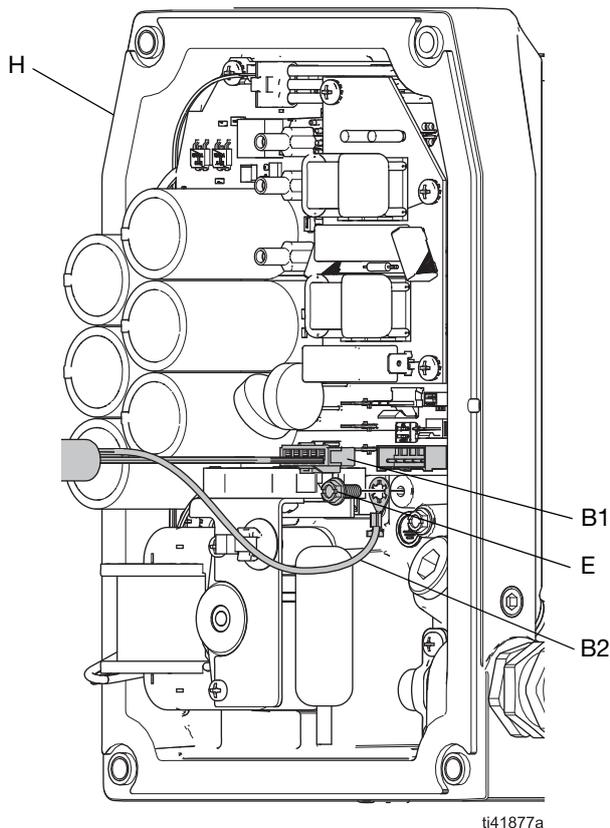

FIG. 5: Collegamento del filo del cavo I/O e del filo di terra del cavo I/O
2. Rimuovere il coperchio dei comandi (F). Vedere il relativo manuale del motore. Vedere **Manuali correlati**, pagina 2.
3. Se si installa il gruppo cavi I/O per la prima volta, rimuovere il tappo (G) dalla porta I/O (G1).
4. Installare il gruppo cavi I/O (B):
- b. Applicare l'apposito sigillante alle filettature della base del pressacavo (A), quindi avvitare e serrare saldamente nella porta I/O (G1).
- c. Sul retro del coperchio di controllo (F), far scorrere il connettore I/O (B1) e il filo di messa a terra (B2) attraverso la base del morsetto (C) e il controdado (C2).
- d. Avvitare la base del morsetto (C) sul lato posteriore della porta (G1) e serrare il controdado (C2) contro il lato posteriore del coperchio.
- e. Posizionare il pezzo corto della guaina del cavo in modo che sia centrato all'interno dell'area di serraggio della base del morsetto (C), fissare il morsetto (C1) alla base (C) utilizzando le viti (D) e serrare saldamente.
- f. Serrare saldamente i dispositivi di fissaggio superiori del morsetto (D).
5. Installare il filo di terra del cavo I/O (B2) e il dispositivo di fissaggio a terra (E) nel foro nell'alloggiamento del controllo (H). Serrare saldamente. Vedere **Connettersi alla scheda di controllo**, pagina 9.
6. Collegare la spina del cavo I/O (B1) alla presa sulla scheda di controllo. Vedere FIG. 5.
7. Installare il coperchio dei comandi (F). Vedere il relativo manuale del motore. Vedere **Manuali correlati**, pagina 2.
1. Installare il filo di terra del cavo I/O (B2) e il dispositivo di fissaggio a terra (E) nel foro nell'alloggiamento del controllo (H). Serrare saldamente. Vedere FIG. 5.
2. Collegare la spina del cavo I/O (B1) alla presa sulla scheda di controllo. Vedere FIG. 5.